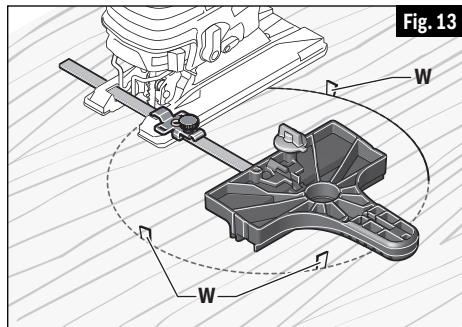

Fig. 13
- Coloque cuñas pequeñas **W** en el corte de la manera que se muestra en la Fig. 13, para impedir que el círculo interno se extienda cuando se esté cerca del final del corte.